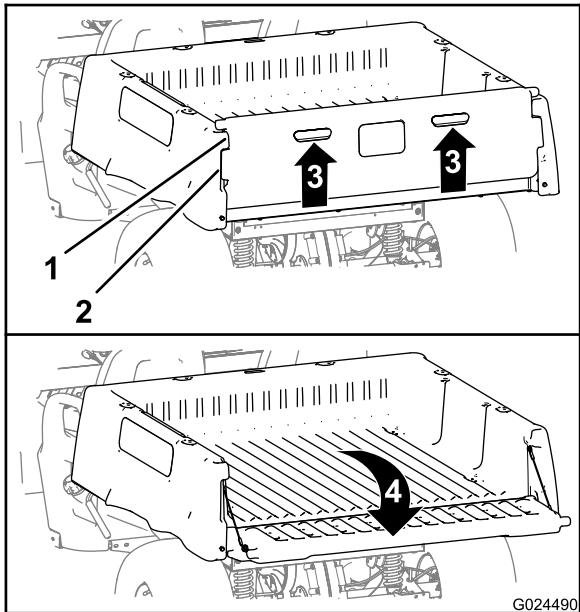

図 12
2. テールゲートのバックパネルについているフィンガープルを持ち上げる図 12)。
3. テールゲートのロックフランジを、荷台のテールゲートフランジの開口に合わせる図 12)。
4. テールゲートを後方に倒す図 12)。
6. テールゲートを立てて閉じ、ロックフランジテールゲート側がテールゲートポケット荷台側と面一になるようにする図 12)。
7. 荷台の背部まで、テールゲートを下る図 12)。